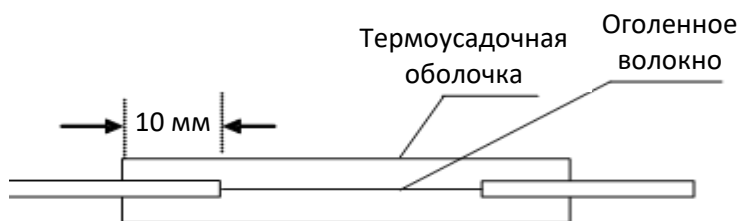

Рис. 9. Размещение защитной оболочки.
2. Передвиньте защитную оболочку на оголенное место и поместите его в печь таким образом, чтобы оболочка была по центру мочи (рис. 9).